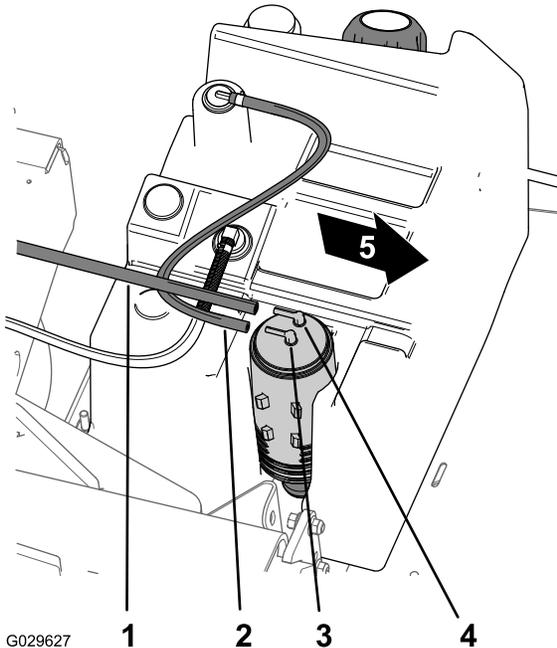

図 46
- カーボンキャニスタの Purge と書かれたフィッティングから、バキュームホースを外す 図 46。
- カーボンキャニスタの Fuel Tank 燃料タンクと書かれたフィッティングから、ホースを外す 図 46。
8. カーボンキャニスタの Purgeと書かれたフィッティングにバキュームホースを取り付ける 図 46。